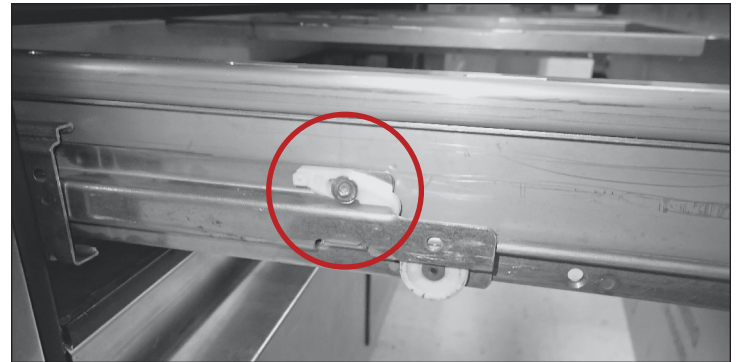

Figure 1. Emplacement du taquet de retenue de tiroir. Le taquet est engagé.
3. Appuyez sur le taquet de retenue de tiroir en plastique vers le bas et vers l'arrière de l'appareil. Voir fig. 1.